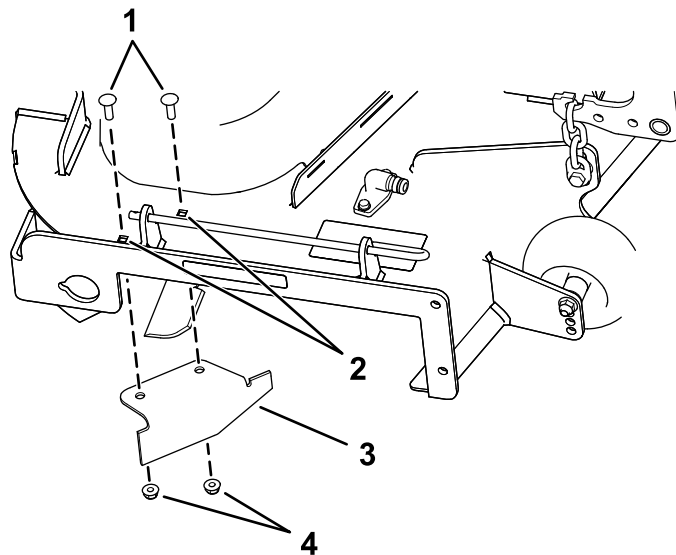

Figura 33
9. Individuate il deflettore di scarico nel sacchetto delle parti sciolte e rimuovete gli elementi di fissaggio dai fori posteriori della piastra di scarico (Figura 33).